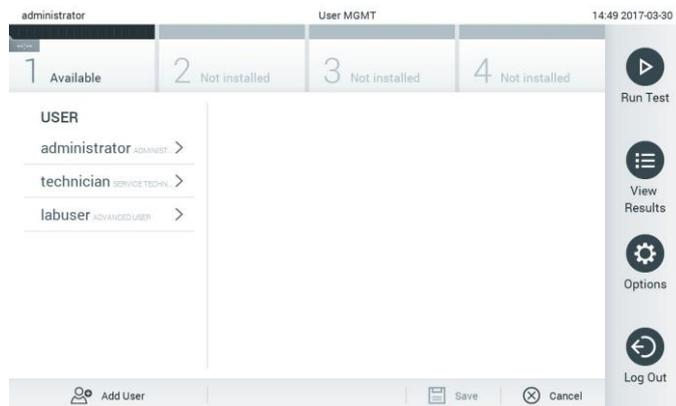

Abbildung 47: Bildschirm User Management (Benutzerverwaltung)
1. Drücken Sie auf die Schaltfläche Options (Optionen) und dann auf die Schaltfläche User Management (Benutzerverwaltung), um Benutzer zu konfigurieren. Im Inhaltsbereich der Anzeige wird der Bildschirm User Management (Benutzerverwaltung) angezeigt (Abbildung 47).